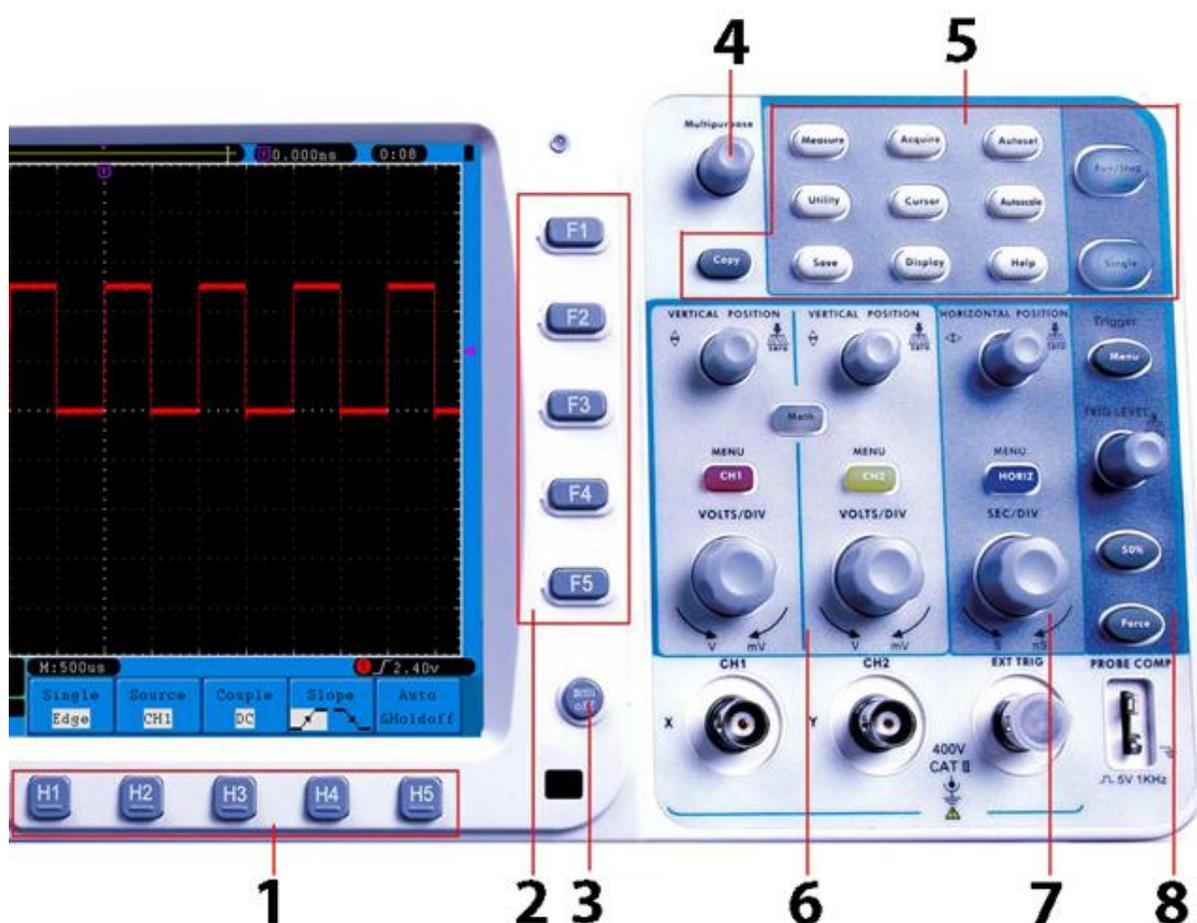

Рис. 2 Описание органов управления на передней панели
- 6) Область органов управления (рассмотрены на рис.2)